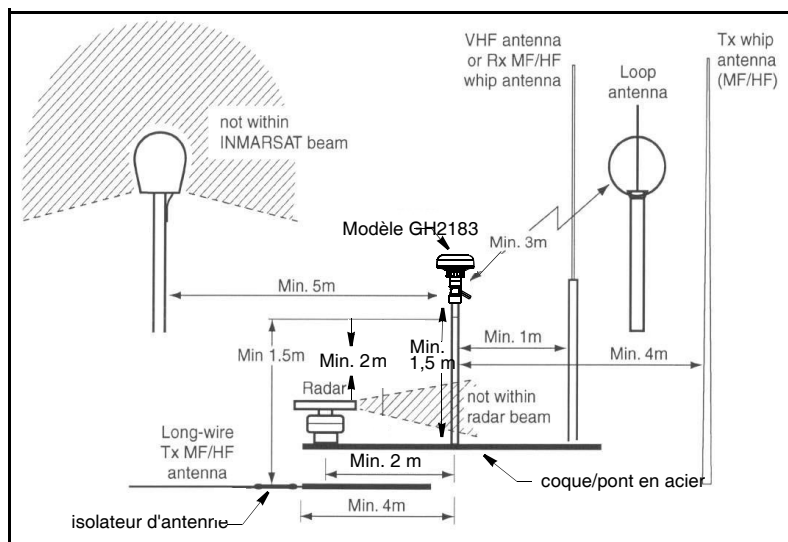

Figure 1. Éloignement minimal du capteur
- Pour prévenir les interférences affectant le GPS (figure 1) :